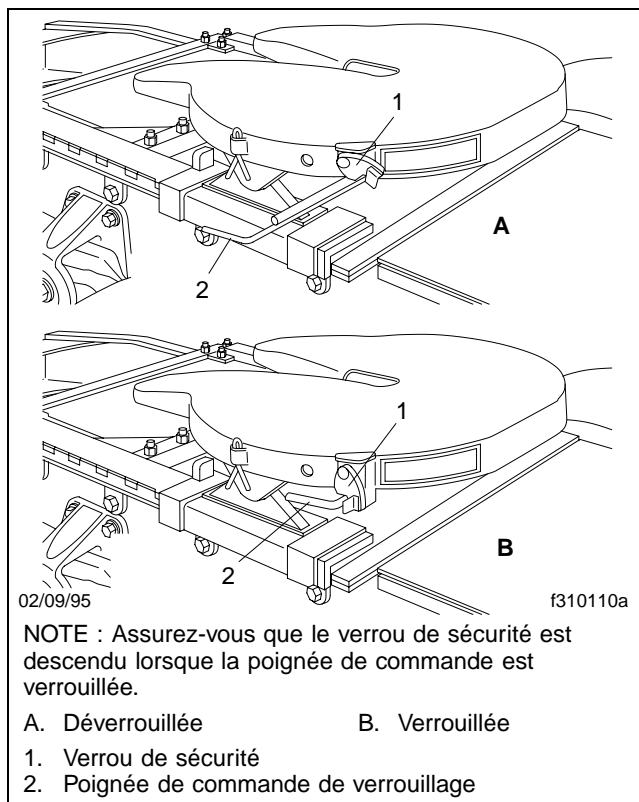

Fig. 10.17, Sellette d'attelage Fontaine, verrouillage et déverrouillage
6. Faites une inspection visuelle et physique pour vous assurer que le pivot d'attelage est bien verrouillé. Si le verrouillage s'est produit, la poignée de commande de la sellette d'attelage sera maintenant en position verrouillée. Assurez-vous que le verrou de sécurité est descendu sur la poignée de commande de verrouillage (**figure 10.17**). La poignée est ainsi maintenue dans la position verrouillée.
6. Relâchez le mécanisme de verrouillage du pivot d'attelage en soulevant le verrou de sécurité et en tirant la poignée de commande de verrouillage à la position déverrouillée. Voir la **figure 10.17**.